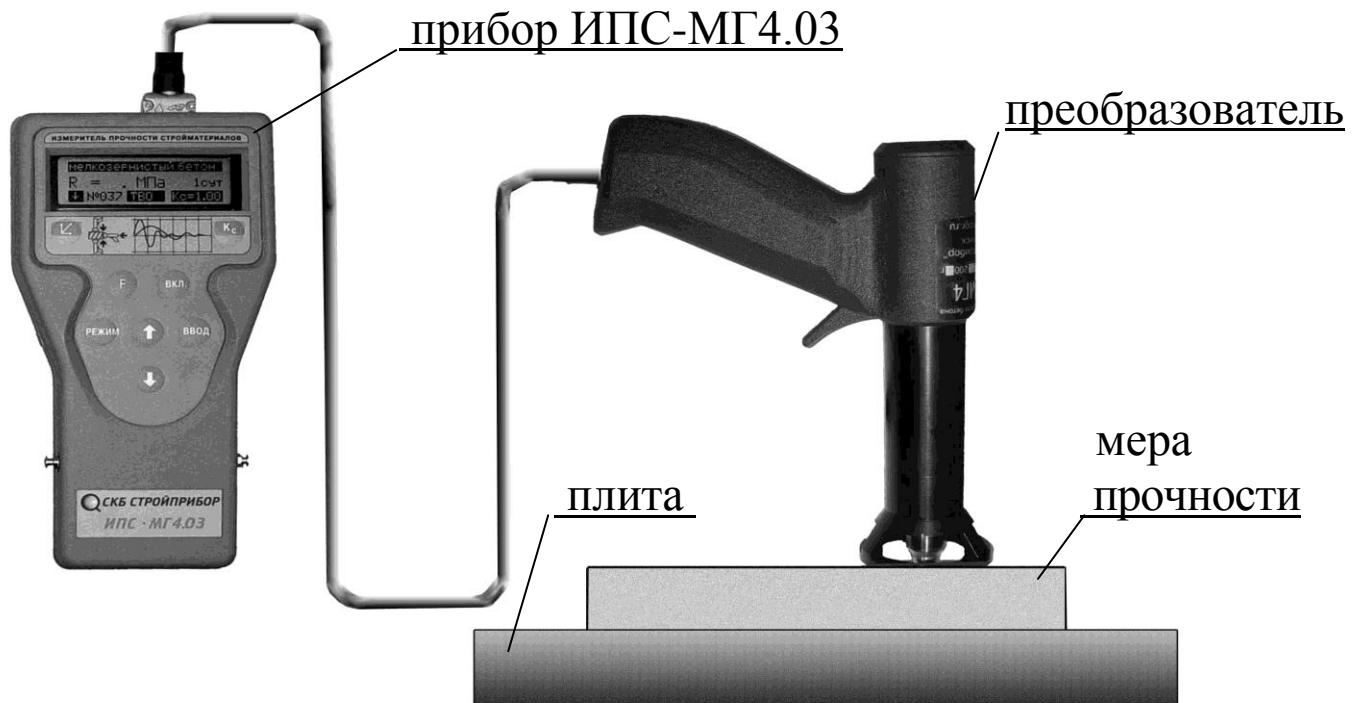

Рисунок 8 - Схема поверки прибора ИПС-МГ4.03 по мерам эквивалентным прочности бетона.
7.4.3 Проверку прибора по мерам эквивалентным прочности бетона (далее – мерам) произвести в соответствии со схемой, приведенной на рис. 8. Меру уложить на ровную гладкую плиту толщиной не менее 30 мм, массой не менее 10 кг. Преобразователь установить перпендикулярно поверхности меры.